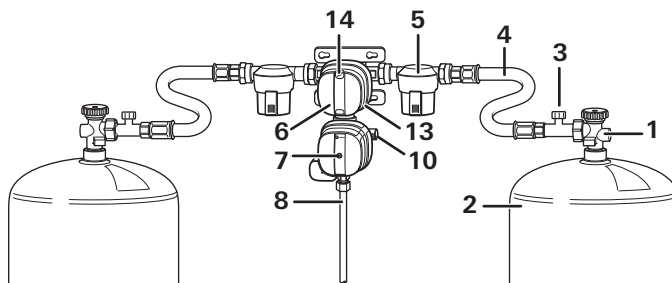

Figura 1a: DuoControl CS vertical
- Conectar las botellas de gas (2) y comprobar el estado correcto de todos los racores de tubos flexibles.
- Abrir las válvulas de ambas botellas de gas (1).
- Presionar firmemente el seguro antirrotura (figura 1a – 3) en el tubo flexible de alta presión durante aproximadamente 5 segundos. En la mirilla (14) la indicación cambia a verde.
- Si el botón de restablecimiento (7) amarillo no está pulsado (posición «no preparado para funcionar»), restablecer el sensor de colisión.
- Por ejemplo, girar el botón de giro (13) hacia la izquierda hasta el tope (conexión izquierda = botella de servicio).
- Cerrar la válvula (1) de la botella de gas (2) vacía.
– Desenroscar de la botella de gas (2) el tubo flexible de alta presión (4) o, en caso de disponerse de él, retirar el adaptador insertable.
– Abrir la válvula (1) de la botella de gas llena.
– Presionar el seguro antirrotura (figura 1a – 3) y, en caso necesario, presionar el botón de restablecimiento amarillo (7), girarlo ligeramente en el sentido de las agujas del reloj y mantenerlo presionado durante 5 segundos.
- Enroscar el tubo flexible de alta presión (4) específico del país en cuestión a la entrada del filtro de gas (5) / DuoControl CS y a la botella (2 / o al adaptador insertable).
- Abrir la válvula de la botella de gas (1).
- Presionar el seguro antirrotura (figura 1a – 3) y, en caso necesario, presionar el botón de restablecimiento amarillo (7), girarlo ligeramente en el sentido de las agujas del reloj y mantenerlo presionado durante 5 segundos.